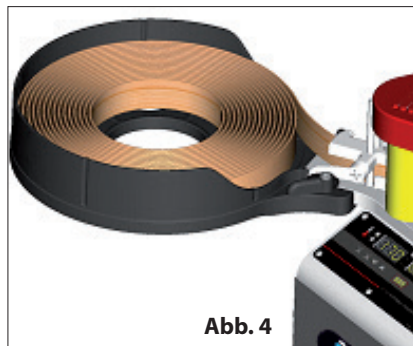
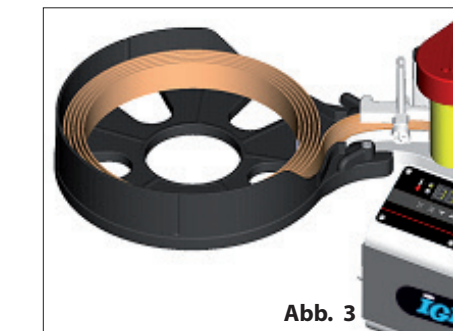

Abb. 4
Abb. 3
- Fügen Sie eine Bandrolle ein und beachten Sie dabei die Abroll-Richtung des Bandes. Wenn das Band mit der Vorderseite nach aussen abgerollt werden soll, folgen Sie der Grafik auf (Abb.3). Wenn das Band mit der Vorderseite nach innen abgerollt werden soll, folgen Sie der Grafik auf (Abb.4).